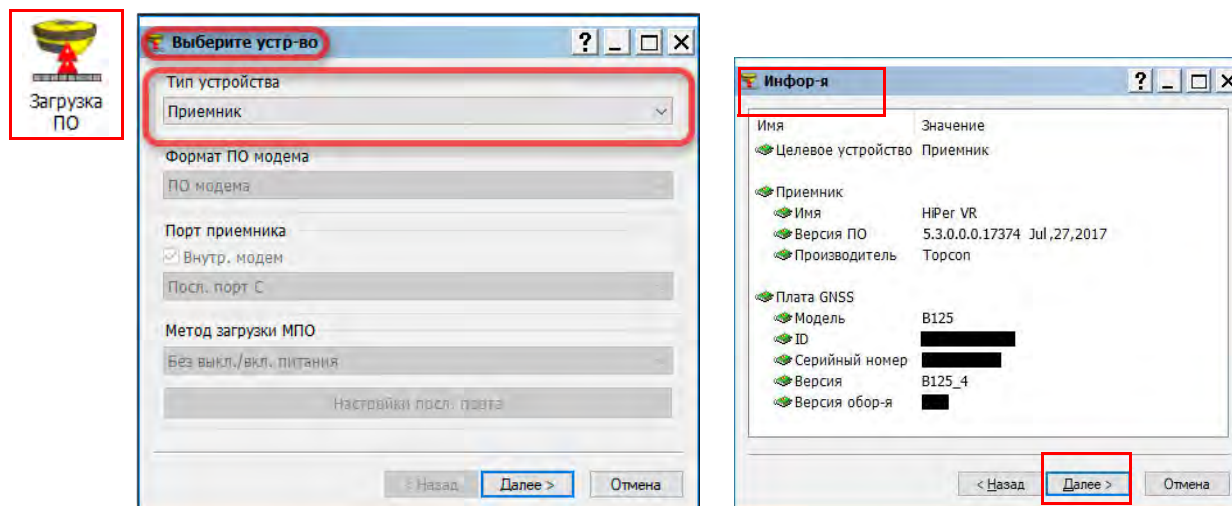

Рисунок 5-3: Окна Выберите устройство/Информация
10. Кликните по иконке **Загрузка ПО** (Рисунок 5-3). Откроется окно **Выберите устр-во** (Рисунок 5-3).
12. Кликните **Далее**. Откроется окно **Инфор-я** (Рисунок 5-3).